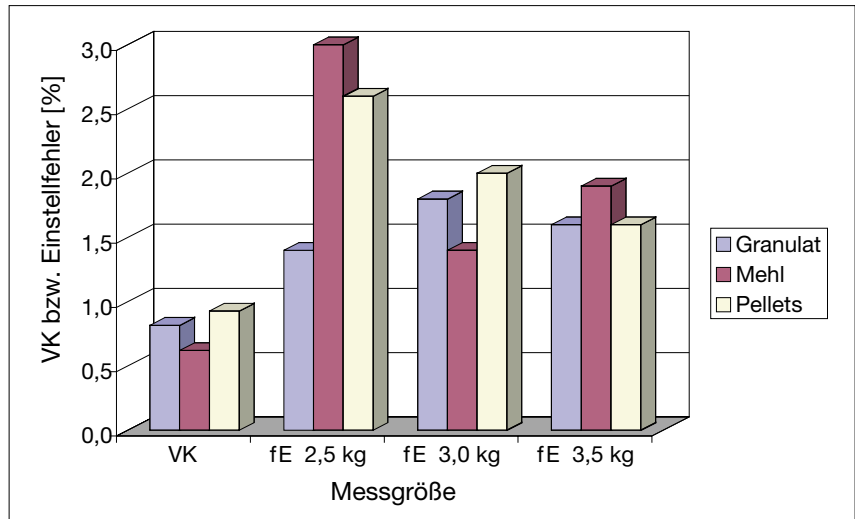

Abbildung 3: Zuteilgenauigkeit Mannebeck „RAFÜ II“ (Labormessung)
Die Genauigkeit der Dosiereinrichtung ist bei mehligem und pelletiertem Futter gut. Der Variationskoeffizient (VK) liegt unter 1%. Abbildung 3 zeigt die Zuteilgenauigkeit des „Rafü II“-Futterautomaten im Laborversuch mit Mehlfutter bzw. Kunststoffgranulat.